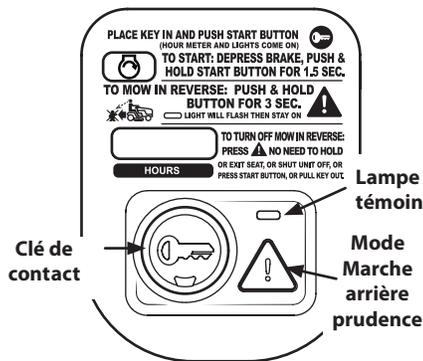

Figure 3-2
2. Appuyez sur le bouton «Reverse – Caution Mode» (Marche arrière – Prudence)  et gardez-le enfoncé pendant 3 secondes. La lampe témoin clignote pendant 3 secondes et reste allumée lorsque le mode «Reverse – Caution Mode» (Marche arrière – Prudence)  est activé. Voir la Figure 3-2.